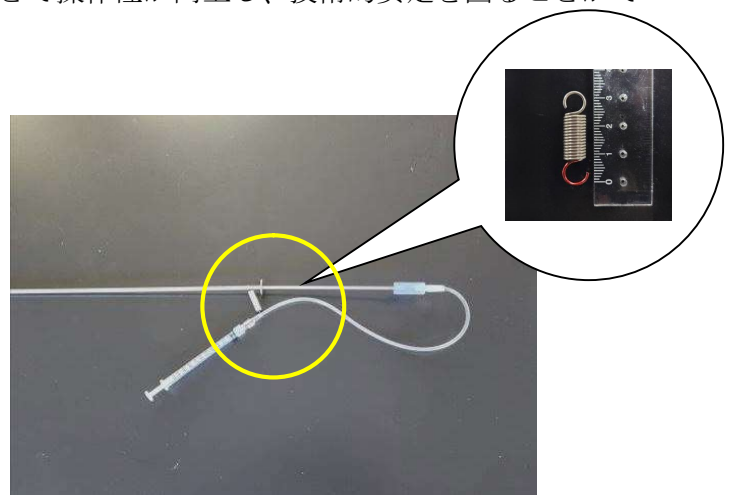

図2 引きバネの使用状況
- ② 本器具は、市販の引きバネ（線径 0.5mm×外径 6.3mm×長さ 31mm）を用い、押出器具を注入器のコネクタより前側に保持することで操作性が向上し、技術的安定を図ることができる（図2、図3）。